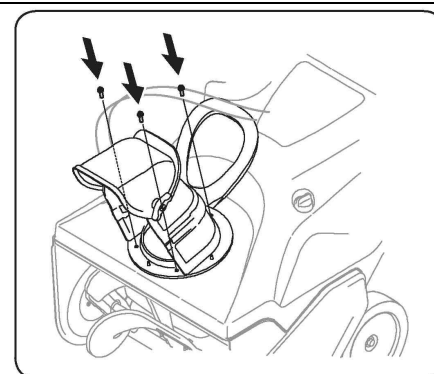

Рис. 5
3. Совместите отверстия в основании желоба с отверстиями в нижней части желоба, и зафиксируйте предыдущее снятыми винтами. См. Рис. 5.